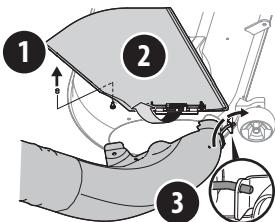

Figure 15
2. Retirez le capuchon (si présent) du goujon de montage sur le plateau de coupe comme indiqué par le point (1) de la Figure 15.
3. Relevez le déflecteur d'éjection et tenez-le (2), puis installez le coude de la goulotte en insérant la tige de montage dans le trou (3) comme indiqué dans la Figure 15.